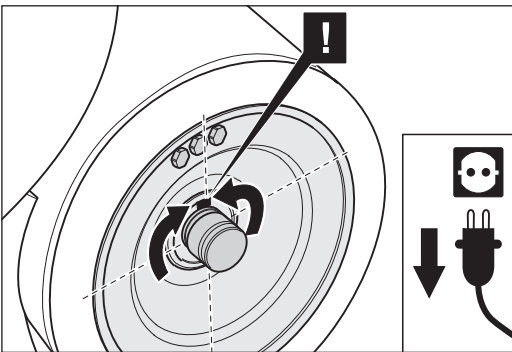

Abb. 76 Die Schleifwalze drehen bis die Passfedernut nach oben zeigt, damit die Passfeder nicht aus der Welle fallen kann.
- 7 Drehen Sie die Schleifwalze bis die Passfedernut nach oben zeigt, damit die Passfeder nicht aus der Welle fallen kann (Abb. 76).